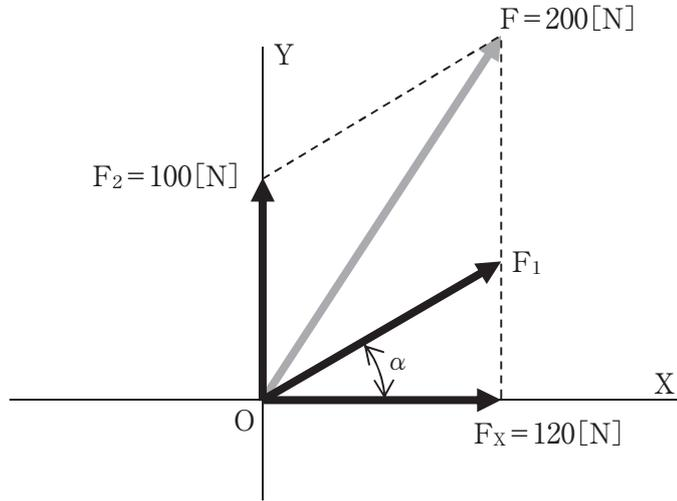

図1
(1) 図1のように、点Oに $F = 200$ [N]が作用したとき、次の各問いの答えに最も近い数値を選べ。